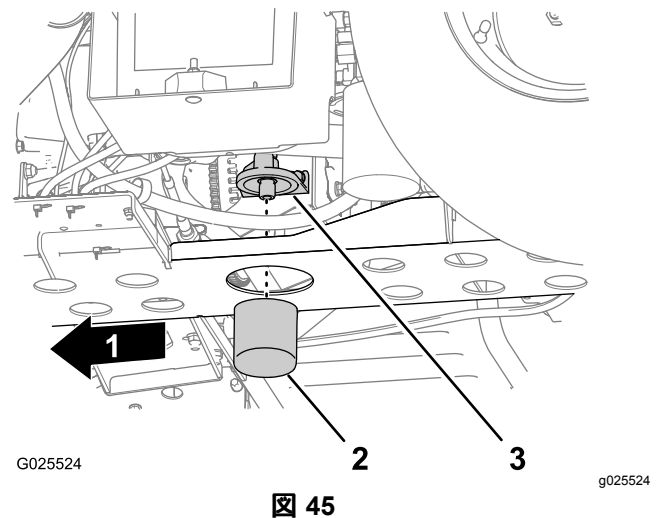

図 45
5. フィルタのアダプタからオイルフィルタを外す 図 45。
6. フィルタのアダプタのシールのベース部分をきれいに拭く 図 45。
8. ガasketがシールベースに当たるまで手でフィルタを取り付け、そこから更に 1/2 - 2/3 回転増し締めする 図 45。